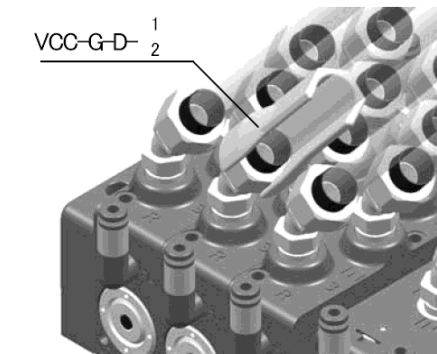

Figure 15
- Lors du raccordement d'un tube, serrez l'écrou à la main, puis donnez 1,5 à 2 tours avec l'outil VCC-G-D-1 ou -2. Voir Figure 15